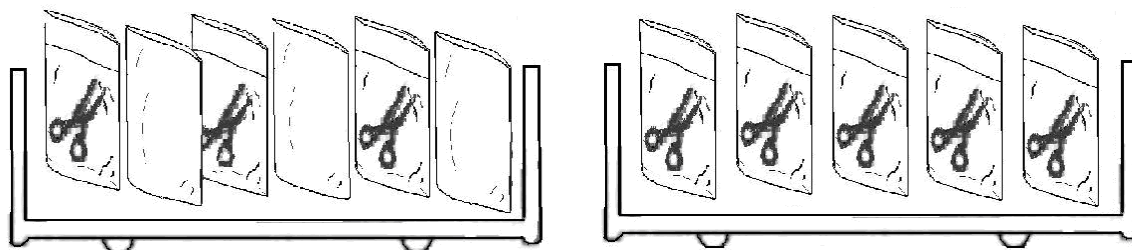

Figura 3
3. Si los implementos son empacados con las bolsas de esterilización y se colocan dentro de la caja de esterilización, asegúrese de ubicar los artículos según se muestra en la Figura 3